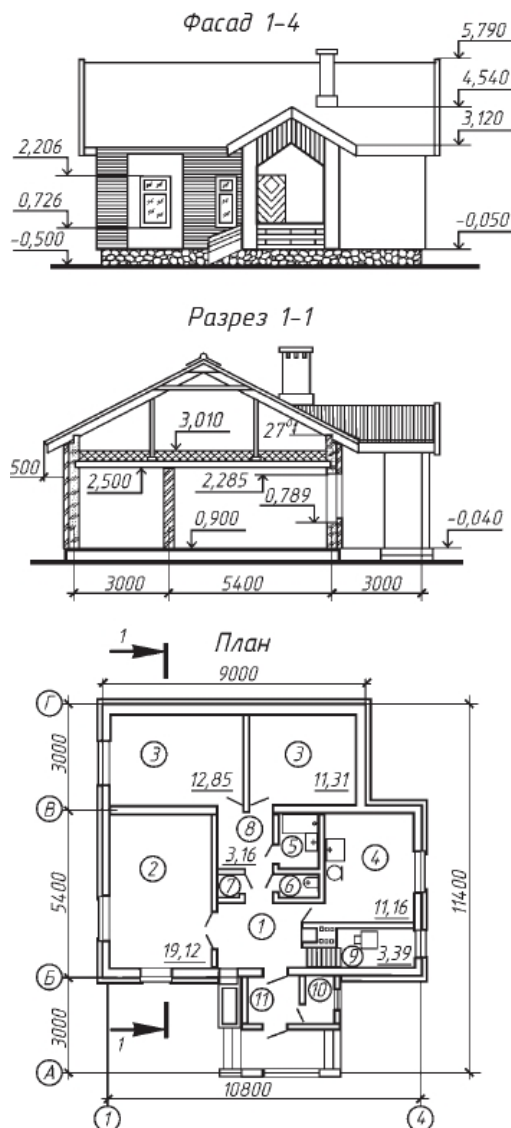

Рисунок 3. Проект одноэтажного одноквартирного трехкомнатного жилого дома.
**Упражнение № 2.** Пользуясь рассмотренной ранее последовательно, прочитайте архитектурно-строительный чертеж (рис. 3), на котором дан проект одноэтажного одноквартирного трехкомнатного жилого дома.